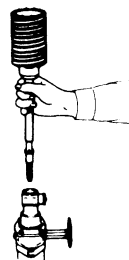
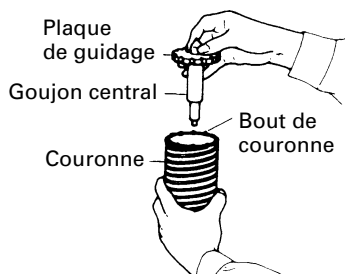

Fig. 11
Fig. 12
- (2) Monter la queue de couronne sur le marteau rotatif à percussion. (Fig. 11)
- (3) Introduire le goujon central dans la plaque de guidage jusqu'à ce qu'il arrête.
- (4) Engager la plaque de guidage dans la couronne et tourner la plaque de guidage à gauche ou à droite de manière à ce qu'elle ne puisse pas tomber, même si elle est orientée vers le bas. (Fig. 12)